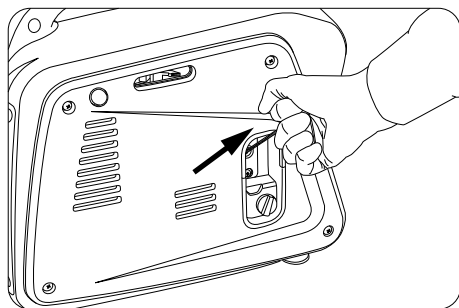

рис. 25
Медленно потяните ручку стартера (20) (рис. 25) до тех пор, пока не почувствуете сопротивление. Это «точка сжатия». Верните ручку в начальное положение и затем резко потяните. Не вытягивайте шнур на полную длину. Когда двигатель заведется, дайте ручке стартера вернуться в начальное положение, плавно, не отбрасывая рукоятку, опустите руку, позволив шнуру вновь вернуться в барабан.